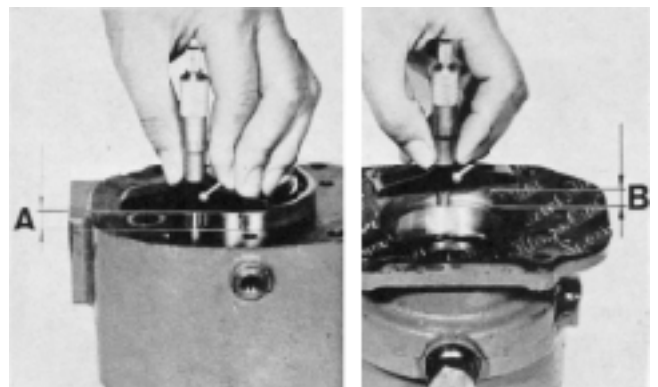

Fig. 16
2. Mesurer sur le carter intermédiaire la distance de la bague extérieure de roulement jusqu'au plan arrière du carter (A, fig. 16).
3. Mesurer la profondeur du logement correspondant dans le carter arrière (B, fig. 16), Remarque : L'ancien joint doit se trouver en place lors de la mesure. Régler l'épaisseur des cales de manière à avoir un jeu de 0,1 à 0,2 mm.
1. Mesurer sur le carter intermédiaire la distance de la bague extérieure de roulement jusqu'au plan arrière du carter (A, fig. 16).
2. Mesurer la profondeur du logement correspondant dans le réducteur (B, fig. 16). Remarque : L'ancien joint doit se trouver en place lors de la mesure.